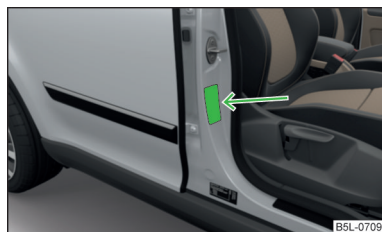

Fig. 16
- En el montante B del lado del acompañante » fig. 16. El adhesivo es visible al abrir la puerta del acompañante.